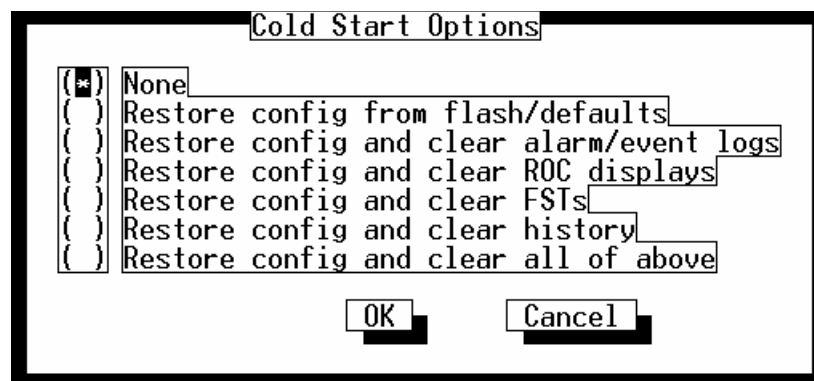

Figura 9-13. Opções da Partida a frio
**Partida a frio** (Partida a Frio) — Numa Partida a Frio, o ROC ou FloBoss é inicializado partindo da configuração de reinício salva na ROM programável (memória de configuração interna ou memória Flash). Se a memória de configuração não possuir uma configuração válida gravada nela, os padrões de fábrica na ROM são utilizados. Utilize a Partida a Frio quando um ROC ou FloBoss estiver operando irregularmente, a memória parecer corrompida ou quando você desejar reconfigurar a unidade com a última configuração salva. Os parágrafos à seguir detalham como as várias unidades ROC e FloBoss reagem a uma Partida a Frio. Selecione a caixa de verificação na caixa de diálogo exibida na Figura 9-13 para realizar a opção Partida a Frio desejada.